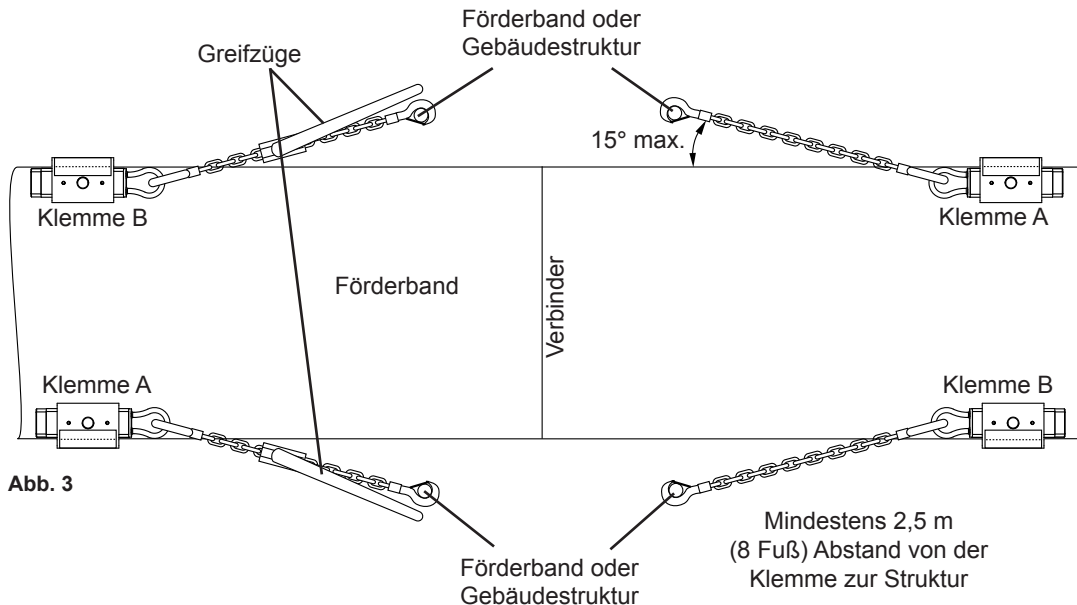

Abb. 3
- b. **Klemme-zu-Struktur:** Befestigen Sie auf einer Seite des Verbinders Ketten, um die Schlaufe der Klemme und die Förderbandstruktur zu ziehen (Abb. 3). Befestigen Sie auf der anderen Seite des Verbinders Greifzüge, um die Schlaufe der Klemme und die Förderbandstruktur zu ziehen. Es ist wichtig, mindestens 2,5 m (8') Abstand zur Struktur zu halten, um den Zugwinkel unter 15° zu halten.